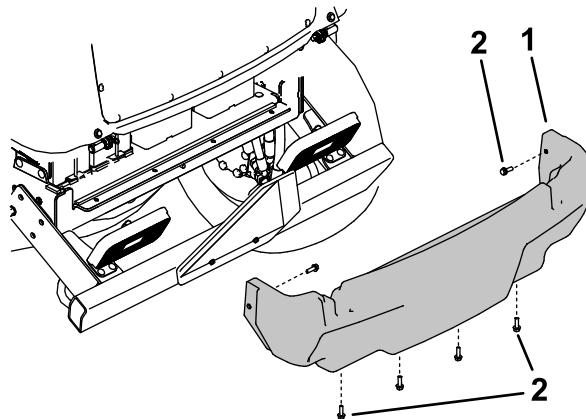

Figura 81
5. Retire los 6 tornillos con arandela prensada que sujetan la cubierta trasera al bastidor, y retire la cubierta trasera (Figura 81).
4. Instale la cubierta trasera (Figura 81).